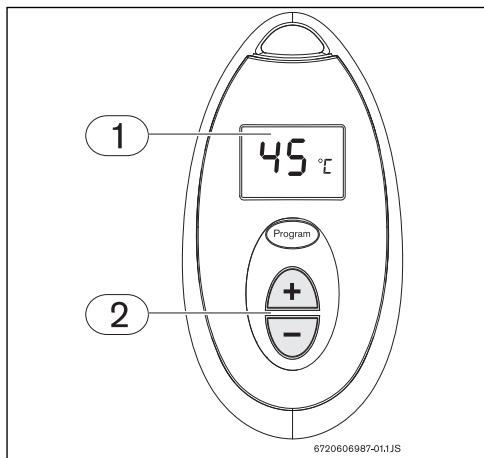

Fig. 27 Réglage de la température
- ▶ Appuyez sur les touches et ou dans la télécommande (Fig. 27 ,[pos. 2]) jusqu'à ce que la température est affiché dans l'écran de la télécommande (Fig. 27,[pos. 1]).